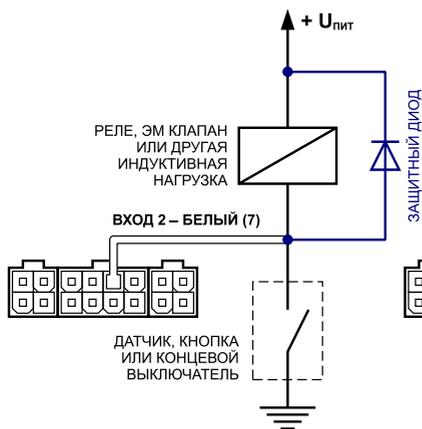

Рисунок 1.
1. **Защитный диод** (рис.1) – устанавливается параллельно индуктивной нагрузке. При этом ток защитного диода ( $I_{\text{дио́да прямой}}$ ) должен быть не менее  $1.5 \cdot I_{\text{удержания катушки}}$ . Если ток удержания катушки неизвестен или есть сомнения, следует использовать схему включения с защитным реле.